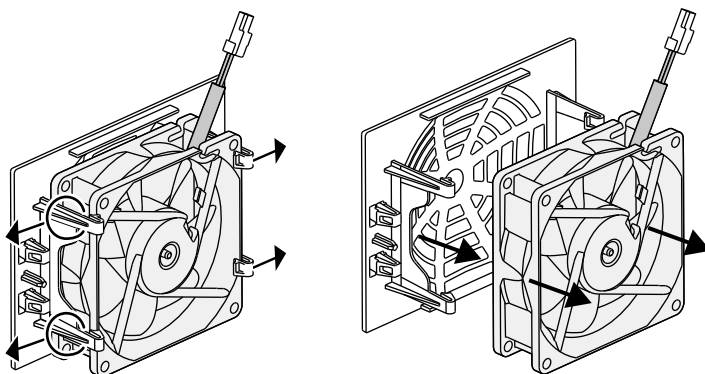

Fig. 72: Desmontaje de la rejilla del ventilador
5. El ventilador puede retirarse adicionalmente de la rejilla del ventilador. Para ello, presione ligeramente hacia fuera las pestañas de fijación y saque el ventilador.  **Fig. 72**